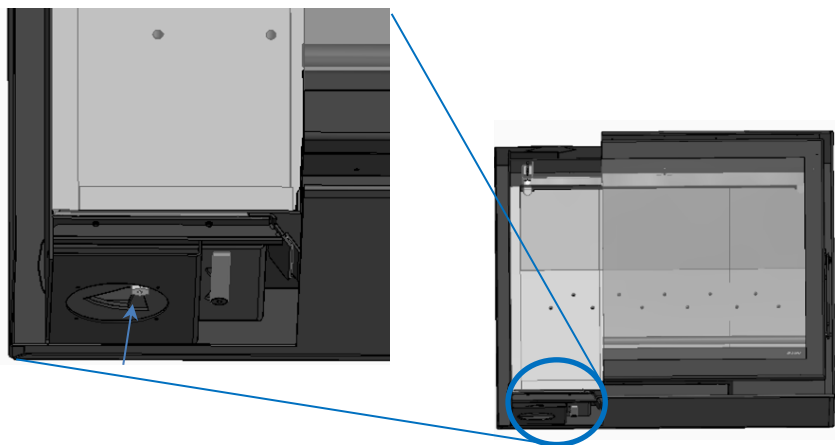

Figura 12 - Entrada de aire para la combustión
* La entrada de aire frío se realiza por debajo de la unidad, por lo que la unidad extrae aire frío de la habitación en la que está instalada, Figura 12.